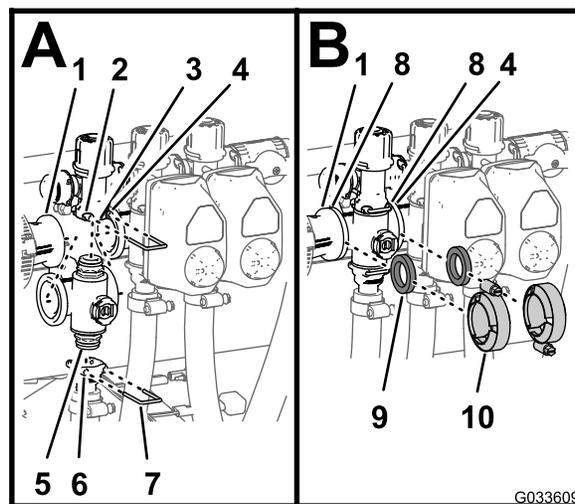

Рисунок 131
1. Вставьте верхний штуцер торцевой крышки коллекторного клапана в перепускной штуцер (Рисунок 131 А).
2. Закрепите штуцер торцевой крышки на перепускном штуцере, вставив держатель в гнездо перепускного штуцера (Рисунок 131 А).
3. Установите выпускной штуцер на нижний штуцер торцевой крышки коллекторного клапана (Рисунок 131 А).
4. Прикрепите штуцер торцевой крышки к выпускному штуцеру, вставив держатель в гнездо выпускного штуцера (Рисунок 131А).
5. Установите прокладку между фланцами переходной муфты и коллектором клапана секции (Рисунок 131В).
6. Смонтируйте переходную муфту, прокладку и коллектор клапана секции с помощью хомута, затянув его от руки (Рисунок 131В).
7. При установке 2 самых левых клапанов секций установите прокладку между фланцами 2 прилегающих коллекторов клапанов секций (Рисунок 131В).
8. Смонтируйте 2 находящихся рядом коллектора клапанов секций и прокладку с помощью хомута, затянув его от руки (Рисунок 131В).